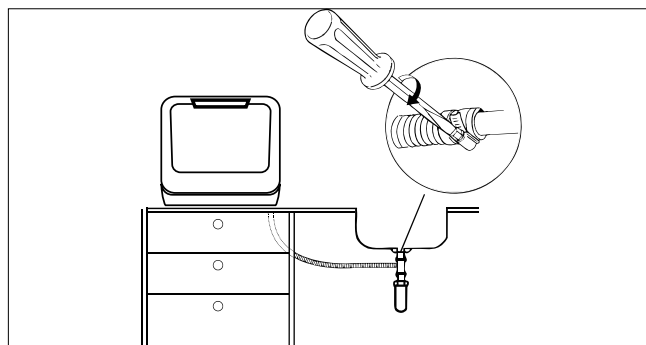

Fig. 9 – Conexión segura de la manguera
- Fije el extremo de la manguera de modo que esta no pueda deslizarse (véase Fig. 9).